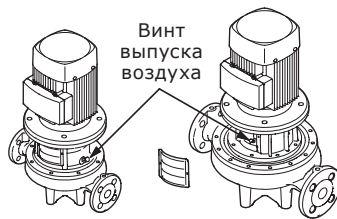

Рис. 16 Винт выпуска воздуха
1. Закрывать запорный клапан на стороне нагнетания насоса и открыть винт выпуска воздуха в промежуточном корпусе насоса, как показано на рис. 16.
2. Отвернуть винт выпуска воздуха, как показано на рис. 16.
3. При пуске из насоса нужно удалить воздух, вывинтив для этого расположенный в промежуточном корпусе насоса винт выпуска воздуха до тех пор, пока из отверстия для выпуска воздуха не потечет рабочая жидкость, как показано на рис. 16.